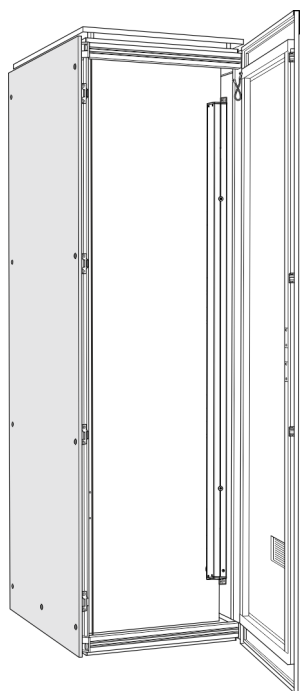

Fig. 20: Rack avec PDU
3. ➤ Fixer la PDU par les deux équerres enfichables avec des vis dans le rack (Voir la Fig. 20).
3. ➔ Fixer la PDU par les deux équerres enfichables avec des vis dans le rack (Voir la Fig. 20).